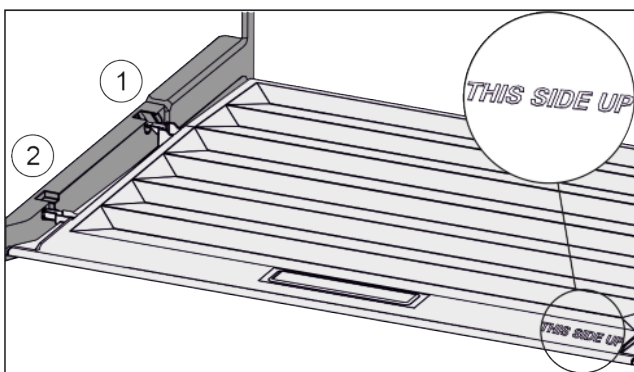

Fig. 31
- ▶ Вставить поперечные ребра крышки через отверстие заднего держателя Fig. 31 (1) и защелкнуть спереди в держателе Fig. 31 (2).